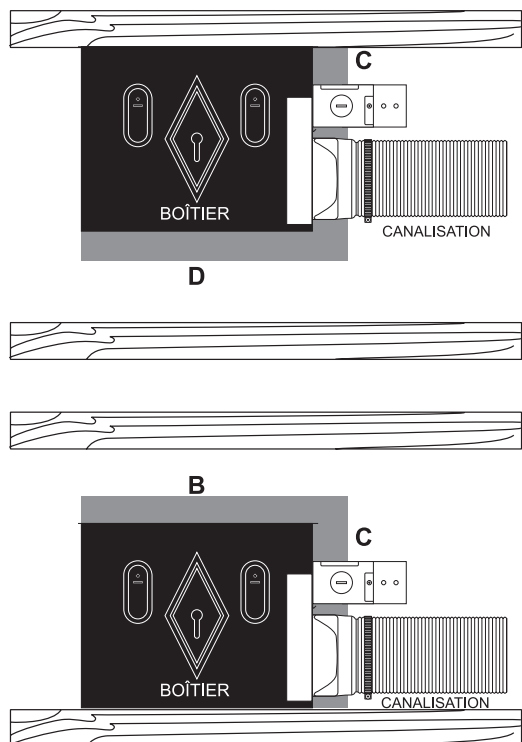

Fig. 5.2
- Si vous manquez d'espace pour insérer le support dans le plafond, retirez sa partie A. Affaiblissez et cassez le joint entre la partie A et les parties B et D. (Fig. 5.2 et 5.3)
- Pour ce type d'installation, il est important de toujours retirer la partie A du support de fixation. Pour ce faire, affaiblissez et cassez le joint entre la partie A et les parties B et D. (Fig. 5.2 et 5.3)